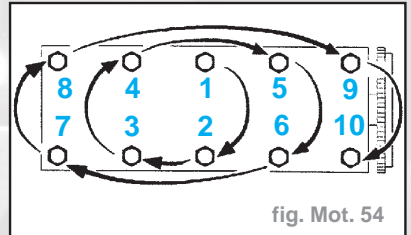

fig. Mot. 54
- Serrer les vis de culasse dans l'ordre, moteur froid (fig. Mot. 54).